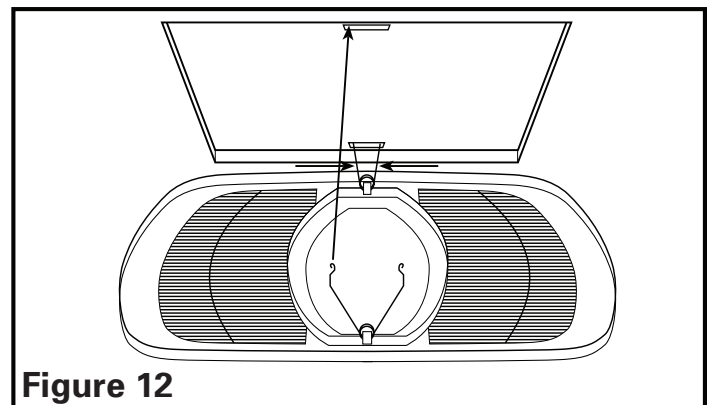

Figure 12
4. Installer la grille en pressant ensemble les deux extrémités des ressorts et en les installant dans les fentes du châssis du ventilateur. Pousser la grille en position (Figure 12).
- Remplacement de l'ampoule :** débrancher l'alimentation de l'unité. Enlever la grille en la tirant vers le bas et en pressant ensemble les ressorts de la grille pour dégager le bâti (**Figure 12**).